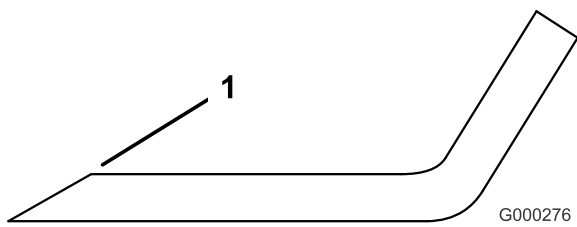

Figure 79
1. Au moyen d'une lime, aiguissez les tranchants aux deux extrémités de la lame (Figure 79). Veillez à conserver l'angle de coupe d'origine. Limez la même quantité de métal sur chacun des deux tranchants pour ne pas déséquilibrer la lame.